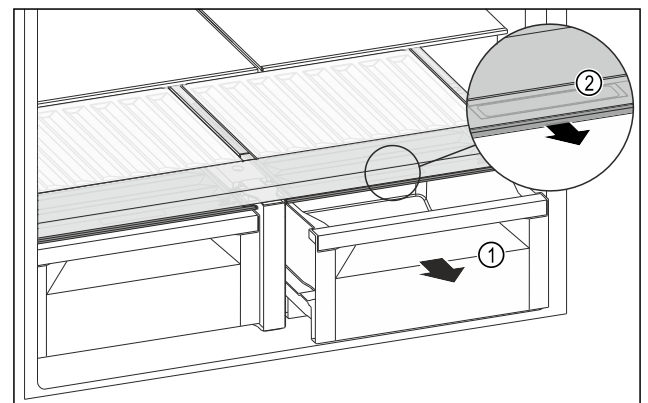

Fig. 127
- Schubfach Fig. 127 (1) herausziehen.
- Griffmulde Fig. 127 (2) am Fachdeckel anfassen und Fachdeckel gleichzeitig nach vorne ziehen.